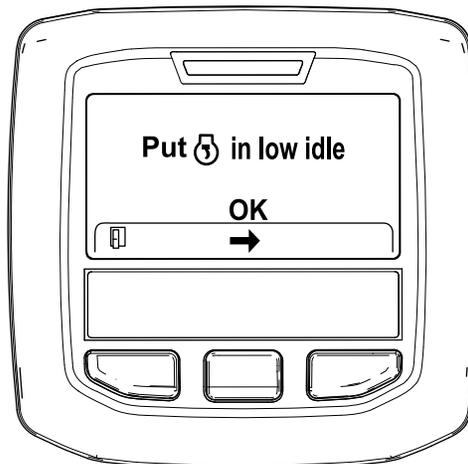

Рисунок 48
6. Переведите дроссельную заслонку в положение МАЛОЙ ЧАСТОТЫ ВРАЩЕНИЯ ХОЛОСТОГО ХОДА и нажмите среднюю кнопку (Рисунок 48).